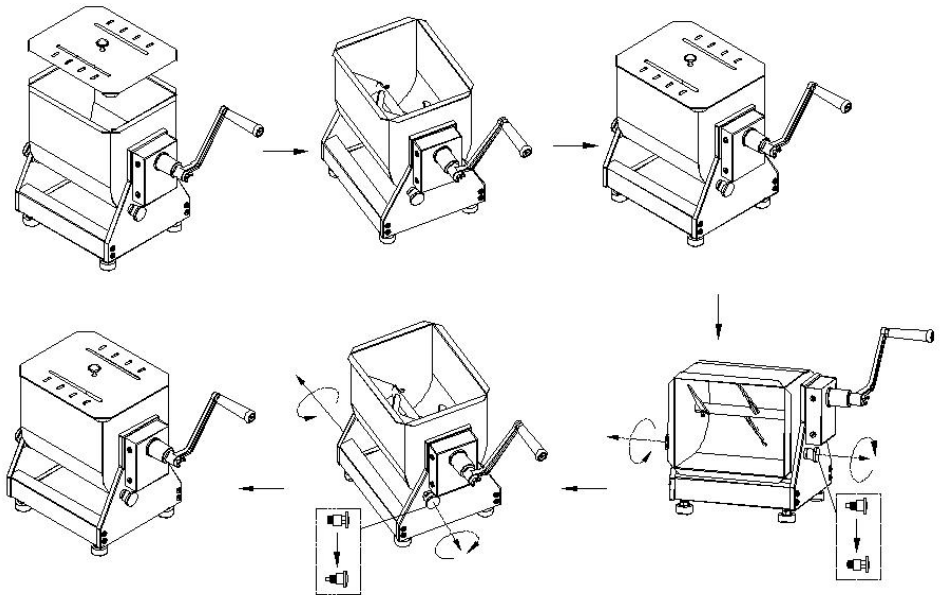

Bild 1 Bild 2
1. Vor dem Mischen des Hackfleischs den Deckel öffnen (siehe Abbildung 1), das Fleisch in den Behälter geben und den Deckel wieder aufsetzen (siehe Abbildung 2). Anschließend die Kurbel drehen. Sobald das Hackfleisch gleichmäßig verteilt ist, die Federstifte links und rechts wie in Abbildung 3 gezeigt lösen, den Behälter waagrecht stellen und das Hackfleisch entnehmen.